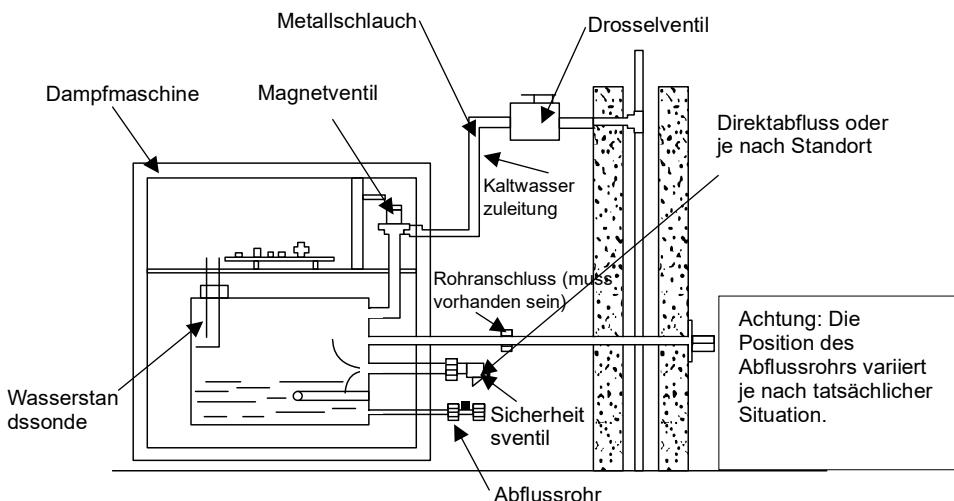

Abbildung 2
1. Wasserzulaufleitung – Die Wasserzulaufleitung wird in die bestehende Rohrleitung eingeführt. Ein DN15-Metallschlauch wird an den Wasserzulauf der Maschine bzw. an das Ventil der Wasserzulaufleitung angeschlossen (siehe Abbildung 2).